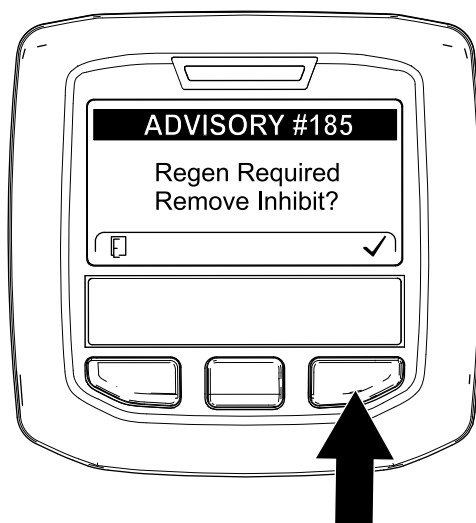

Figura 41
**Nota:** Si INHIBIR REGENERACIÓN está en ACTIVADO, el InfoCenter muestra el AVISO N° 185 (Figura 41). Pulse el botón 3 para poner Inhibir regeneración en DESACTIVADO y continuar con la regeneración de reinicio.